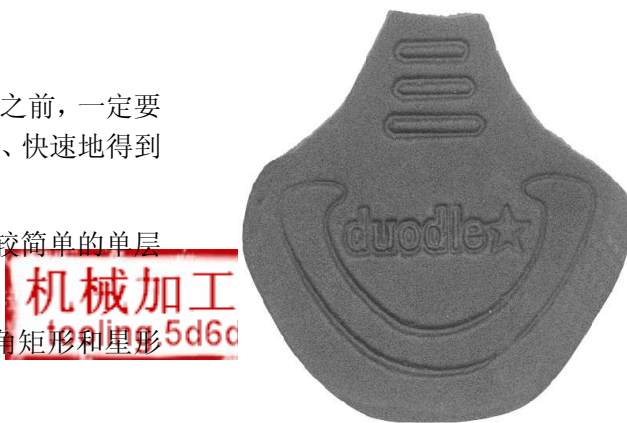

图 3-3
本节以图 3-3 为例，主要依靠教师在电脑上操作，让学员学着进行操作，对于抄图过程中应注意的一些问题，教师应着重讲解，要求学员做好笔记。
本节中所举的例子图 3-3 是一个比较简单的单层单模,通过观察,我们可以知道:
- ① 确认扫描仪的 USB 线已连接,扫描仪电源已打开。
- ② 将需扫描的实物放入扫描仪中。
- ③ 调用“文件-扫描图像”功能,扫描出实物的平面图。
- ④ 利用“专业功能-图像处理-旋转”,将图像转正。如图 3-3 所示。
- ① 用鼠标单击“绘制-矩形-圆角矩形”,分别绘制出三个圆角矩形,圆角半径手动调整为矩形宽度的一半。
- ② 绘制五角星,手动调整五角星尺寸和图像中的五角星尺寸一致。